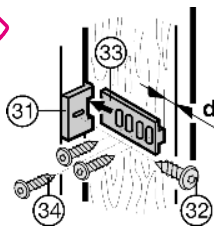

Fig. 19
- Monter la pièce d'accouplement de porte Fig. 19 (31) à l'aide de vis Fig. 19 (32), tout en respectant la position de la poignée. Lorsque la porte est grande ouverte :
- Insérer les rails d'accouplement de porte Fig. 19 (33) et les visser à la porte de meuble à l'aide de vis Fig. 19 (34). Respecter l'écart d (épaisseur de paroi du réfrigérateur).